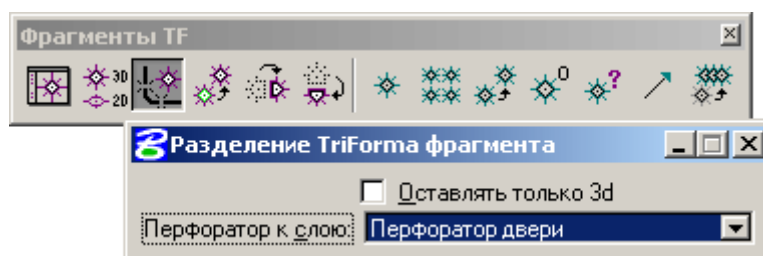

Рисунок 38
10. Доработка двери начинается с разбиения элемента на составные части, что производится при помощи инструмента *Разделение составного фрагмента*, вызываемого из панели пиктограмм *Основная\Фрагменты* (Рисунок 38). В диалоговом окне для двери указывается *Перфоратор к слою* Перфоратор двери.
24. Доработка окна, как и двери, начинается с разбиения элемента на составные части, что производится при помощи инструмента *Разделение составного фрагмента*, вызываемого из панели пиктограмм *Основная\Фрагменты* (Рисунок 38). В диалоговом окне для окна указывается *Перфоратор к слою* Перфоратор окна.